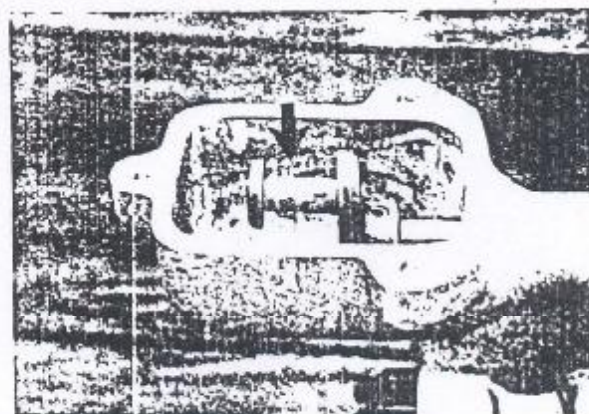

Figura 3.01.13 - Setor da haste deslizante
23. Posicionar o setor da haste deslizante do mecanismo seletor, observando o correto alinhamento dos orifícios do setor e da haste; instalar um novo pino elástico de fixação (Figura 3.01.13).